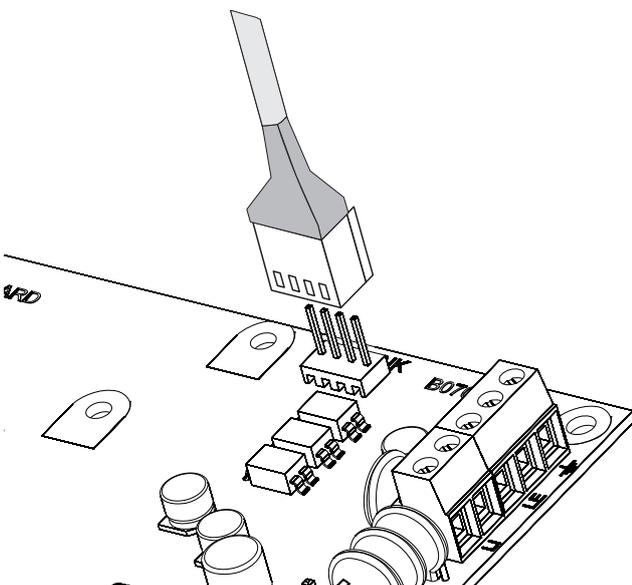

Figure 28 Branchement PC-Link.
1. Brancher le port en série RS232 de la Centrale (**10 - PC-LINK**) à un port en série RS232 libre sur un PC en utilisant le câble PC-LINK (optionnel), comme indiqué dans la Figure 28.